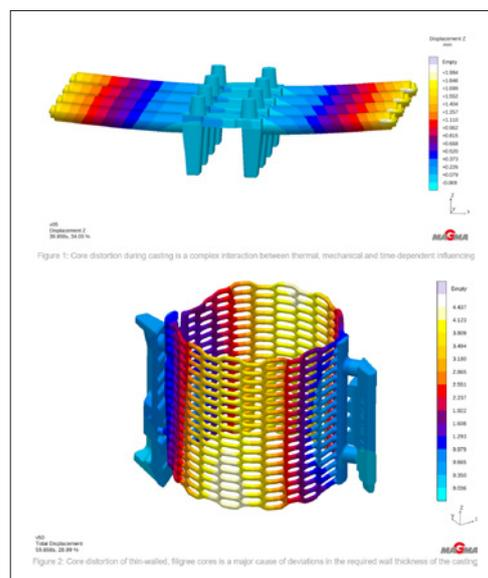

Fig.35 – Prédiction de la déformation des noyaux (Magma)
- La prédiction quantitative des **déformations de noyaux** (partenariats avec Hüttenes Albertus Nematik et le RWTH Aachen) (fig.35),